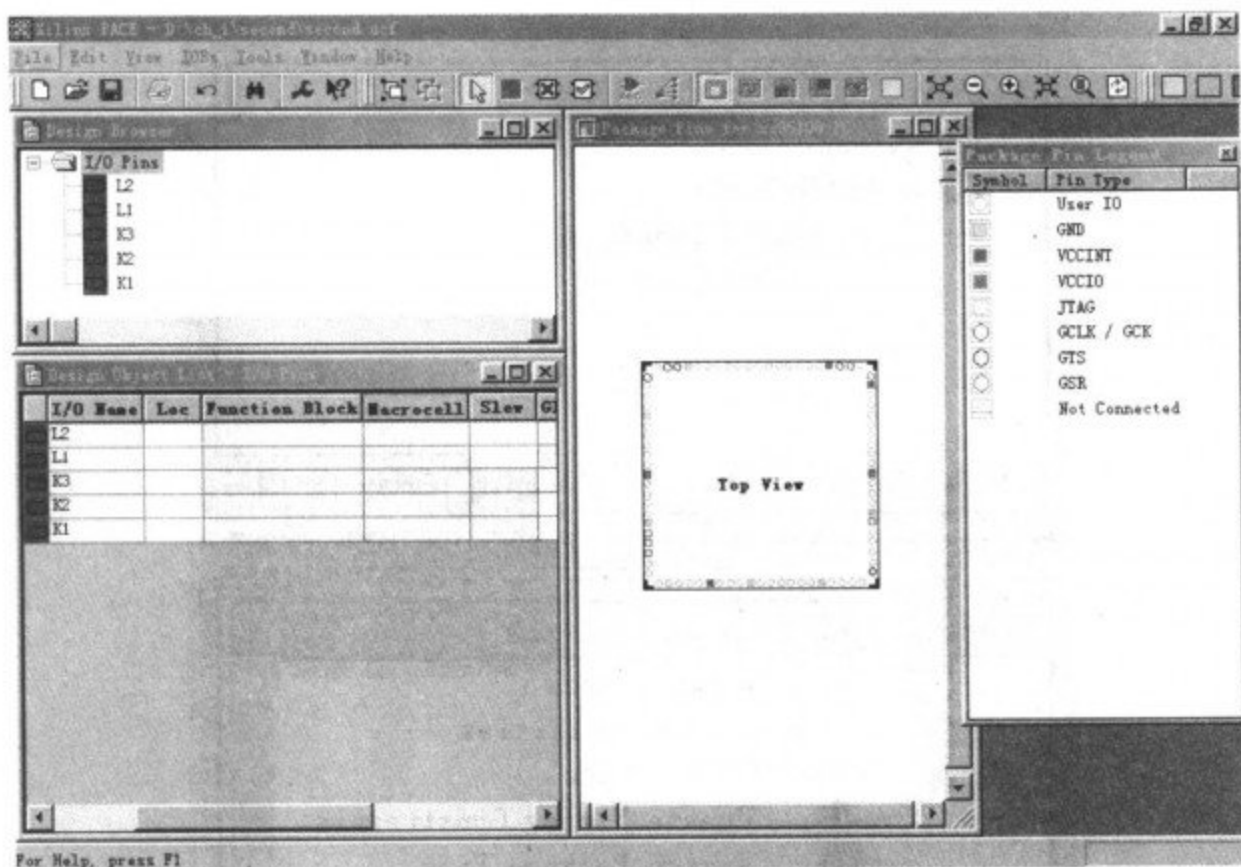

图 3-49 锁定引脚画面
(1)在进程窗口中单击 Design Entry Utilities 左边的“+”符号,层次展开后单击 User Constraints 左边的“+”符号再次展开,在出现的项目中选择 Assign Package Pins 命令并双击它,在程序无错误的情况下,会弹出如图 3-49 所示的引脚锁定界面,然后按照实际的硬件要求分别锁定输入/输出引脚。